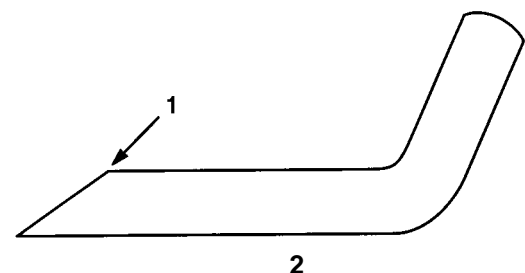

Figure 18
5. Examiner l'état des tranchants de toutes les lames. Les affûter s'ils sont émoussés ou ébréchés. Affûter seulement la face supérieure du tranchant et conserver l'angle de coupe d'origine pour obtenir une coupe nette (Fig. 18). La lame reste équilibrée si les deux tranchants sont affûtés de la même manière.